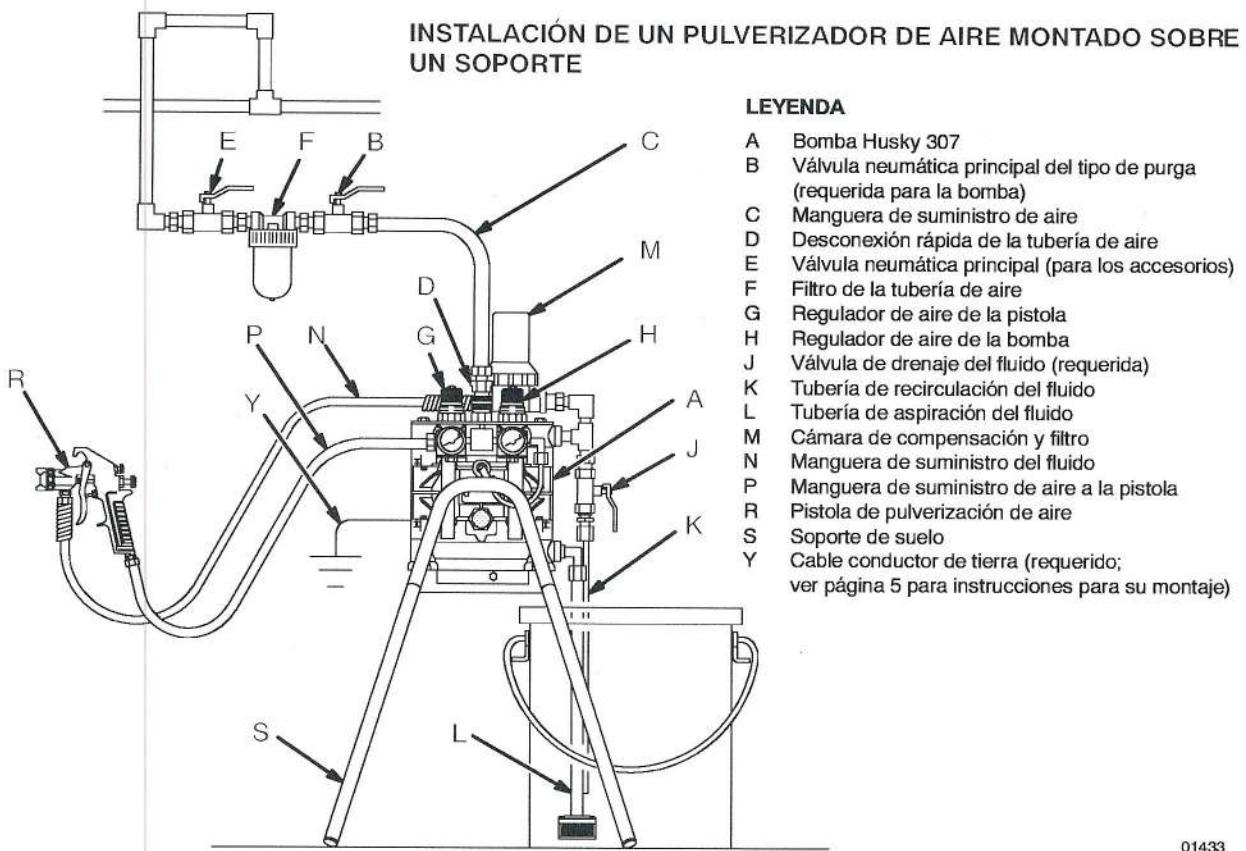

Fig. 4
- Las instalaciones típicas mostradas en las Fig. 4 a 7, se ofrecen sólo como guía para la selección y la instalación de los componentes del sistema. Contacte con su distribuidor Graco sobre la planificación del sistema adecuado a sus necesidades.
- La bomba Husky 307 puede ser utilizada en diferentes instalaciones, algunas de las cuales se muestran en las Fig. 4 hasta 7. Existen kits disponibles para adaptar su bomba a su sistema en particular. Consulte la hoja de datos de la bomba 305-528 (bombas de acetal) o 305-543 (bombas de polipropileno).
Cuando se bombean fluidos inflamables conductores, **siempre** conecte a tierra la totalidad del sistema de fluido, asegurándose de que el sistema de fluido está conectado eléctricamente a una tierra verdadera (vea de la Fig. 4 a la Fig. 7). No use **nunca** una bomba de polipropileno con fluidos inflamables no conductores, tal como especifica su código local de protección contra incendios.
**NOTA:** Cuando se bombean líquidos inflamables conductores con una bomba de polipropileno, conecte **siempre** a tierra el sistema del fluido. Consulte la **ADVERTENCIA** de la columna de la izquierda. En las Fig. 4 a 7 se muestran los métodos recomendados de conexión a tierra de contenedores de líquidos inflamables durante el llenado.
Se requiere el uso de una válvula neumática principal del tipo de purga (B) en el sistema para liberar el aire atrapado entre esta válvula y la bomba. Consulte las Fig. 4 a 7. El aire atrapado puede hacer que la bomba gire de forma accidental, lo que puede provocar serios daños, así como la entrada de fluido en los ojos o contacto con la piel, daños producidos por las piezas en movimiento y contaminación de fluidos peligrosos.
1. Instale los accesorios de la tubería de aire como se muestra en las Fig. 4 a 7. Monte estos accesorios en la pared o en una abrazadera. Asegúrese de establecer una conexión a tierra de la tubería de aire conectada a los accesorios.
Se requiere el uso de una válvula de drenaje del fluido (J) en su sistema para liberar la presión de la manguera cuando está conectada. Consulte las Fig. 4 hasta 7. La válvula de drenaje reduce el riesgo de que se produzcan serios daños, como la entrada de fluido en los ojos o el contacto con la piel, o la contaminación de fluidos peligrosos cuando se libera la presión. Instale la válvula cerca de la salida de fluido de la bomba.
Para los accesorios, consulte la Fig. 4